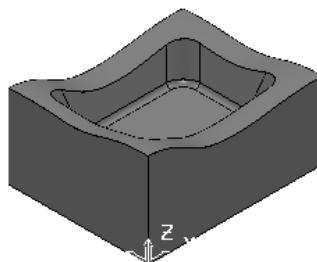

图 3-2 导入模型文件
- 2) 选择下拉菜单中的“文件”→“输入模型”命令，弹出“输入模型”对话框，选择“qiangcao.dgk”（“随书光盘:\第3章\3.1\uncompleted\qiangcao.dgk”）文件，单击“打开”按钮即可，如图 3-2 所示。